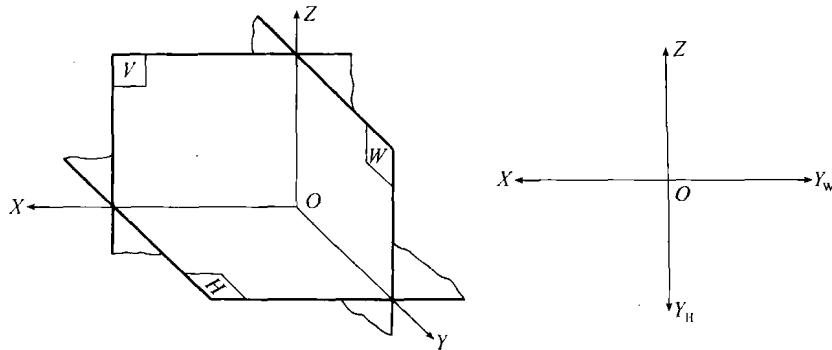

图 1—1 投影面
(1) 投影面。在投影法中得到投影的面称为投影面。在多面正投影中，相互垂直的三个投影面，分别用  $V$ ,  $H$ ,  $W$  表示，如图 1—1 所示。
(2) 投影轴。在投影法中相互垂直的投影面之间的交线称为投影轴。在多面正投影中，相互垂直的三条投影轴分别用  $OX$ ,  $OY$ ,  $OZ$  表示，如图 1—1 所示。
(3) 分角。用水平和铅垂的两投影面，将空间分成四个区域称为分角。这四个分角按逆时针方向顺序编号，如图 1—2 所示。